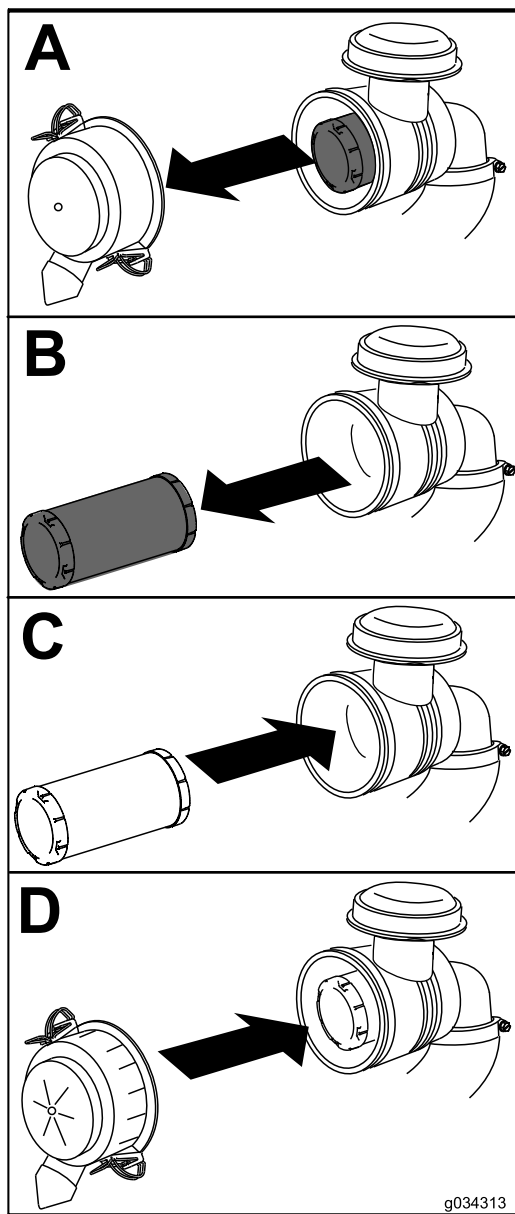

図 39
1. エアクリーナのボディからエアクリーナエレメントをゆっくり引き出す 図 39。
4. 上下方向を確認し、Upと書いてある方を上に向けてエアクリーナカバーを正しく取り付け、ラッチを掛ける 図 39。